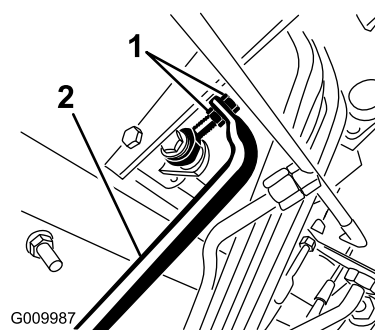

Figure 47
4. Réglez les écrous de blocage à l'extrémité de la tige de la pompe pour avancer le tube de commande et éliminer le déplacement en marche avant ou le reculer et éliminer le déplacement en marche arrière (Figure 47).